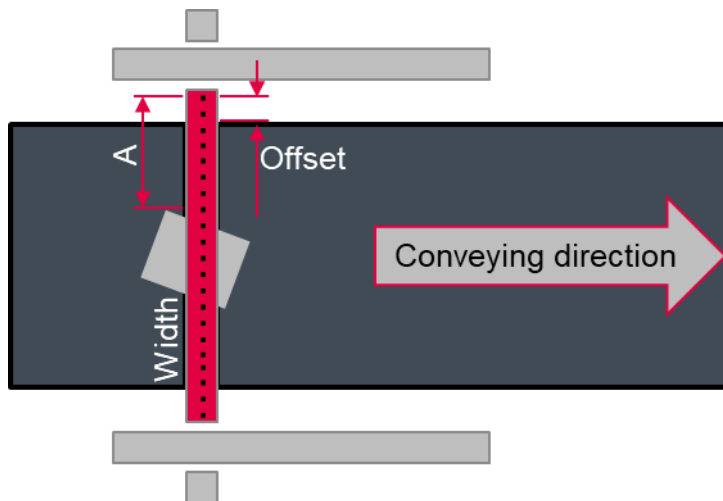

Abbildung 33: Abstandsmessung zur Ermittlung des Breiten-Offsets
3. Ausmessen des kürzesten Abstandes zwischen Strahl 1 und der Kante des Fördermittels in Millimetern, siehe Abbildung 33